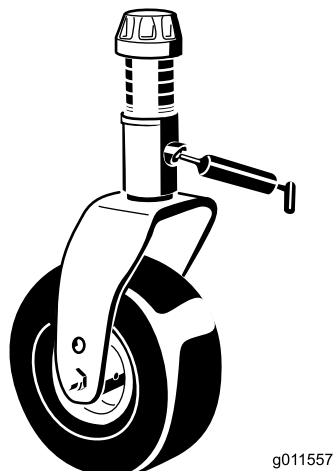

Figura 13
- Casquilhos do eixo da forquilha da roda giratória (4) (Figura 13)